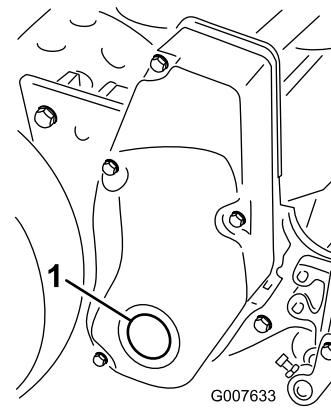

Bild 56
1. Nehmen Sie die Schraube in der rechten Spindeltriebsabdeckung ab (Bild 56).